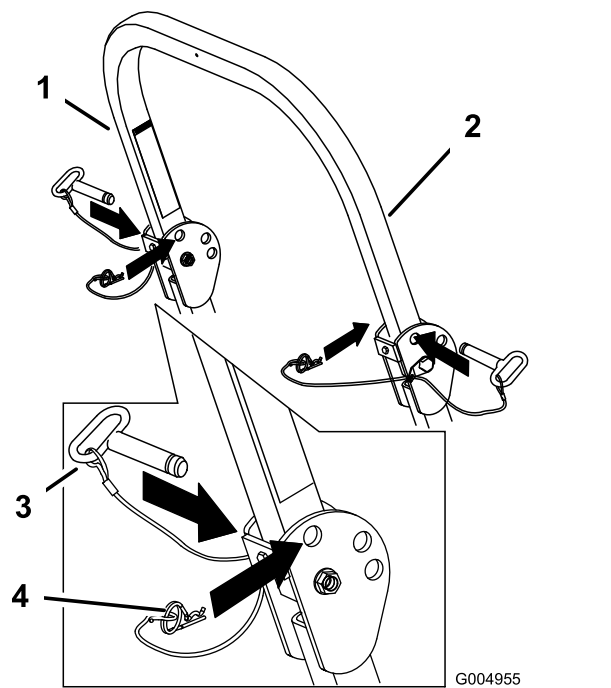

Figura 9
1. Remova os contrapinos e os dois pinos (Figura 9).
3. Instale os 2 pinos e fixe-os com os contrapinos (Figura 9).
2. Levante a barra de segurança na vertical, instale os dois pinos e fixe-os com os contrapinos (Figura 9).